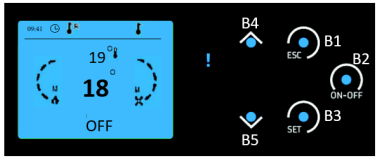

Figura 21 – Sonda de temperatura ambiente
- As salamandras a *pellets* dispõem de uma sonda para medir a temperatura ambiente. Esta sonda encontra-se fixa na grelha na parte de trás (Figura 21). Para uma leitura mais correta da temperatura ambiente, evite o contacto da extremidade da sonda com a estrutura da máquina. Se desejar pode ainda fixá-la na parede junto à máquina.